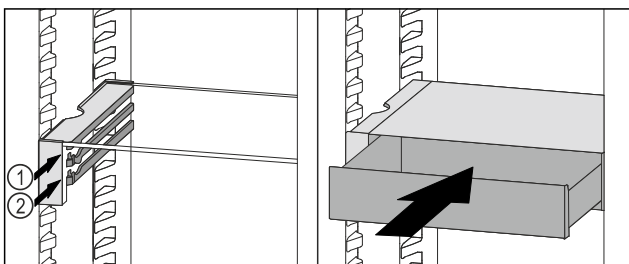

Fig. 85
- ▶ Posizionare il cassetto VarioSafe dietro i tappi sulla nervatura desiderata Fig. 85 (1) o Fig. 85 (2).